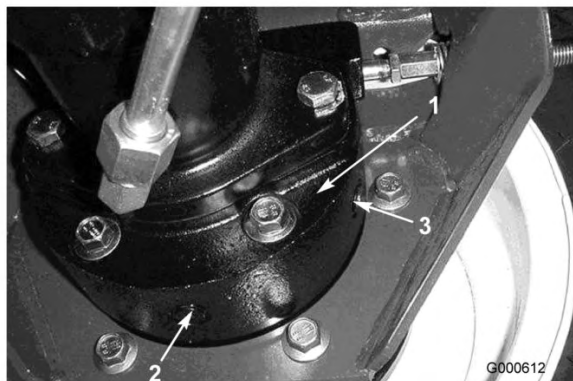

Figura 46
3. Collocate un'altra bacinella sotto la scatola del freno, dall'altro lato della ruota (Figura 46).